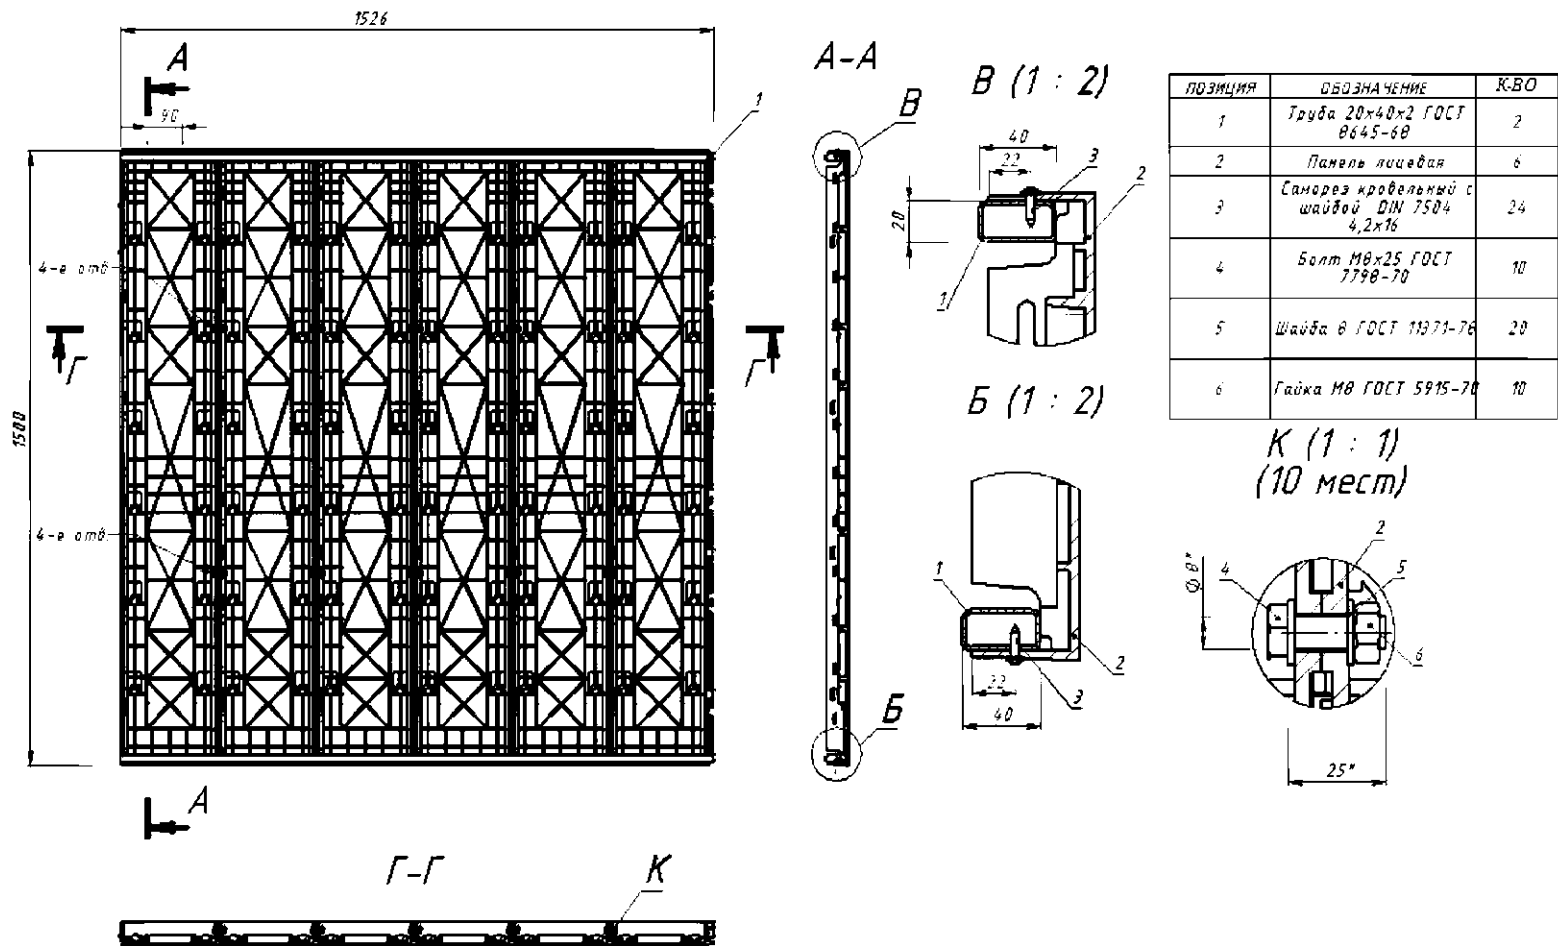

Рисунок 2. Пример сборки щита 1,5м
- для простоты использования кассетной опалубки — кассеты собираются заранее в щиты (0,5-2м) и привозятся в готовом виде. При сборке одного щита Вам понадобится две профильные трубы 20х40х2 и 4 кровельных самореза со сверлом на каждую панель (см. Рис.2), также между собой панели скрепляются болтовым соединением в четвертом отверстии на ребре сверху и снизу.